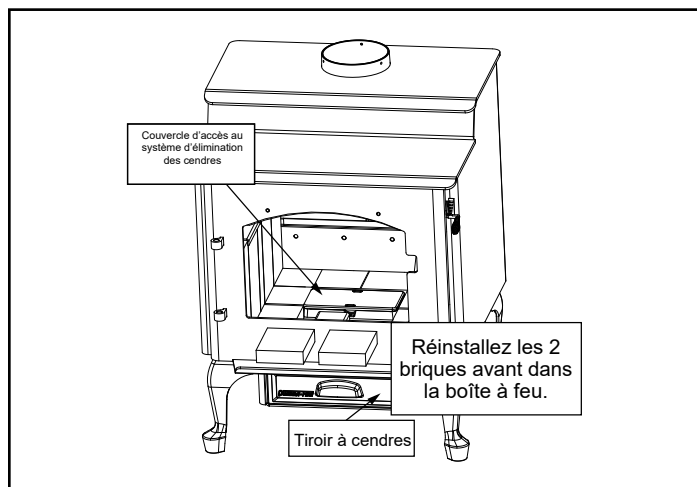

Figure 24.4
1. Remettre les 2 briques en place (**Figure 24.4**).
3. Installez le couvercle d'accès à l'ARS à l'intérieur de la rainure située à l'intérieur de la boîte à feu (**Figure 24.4**).